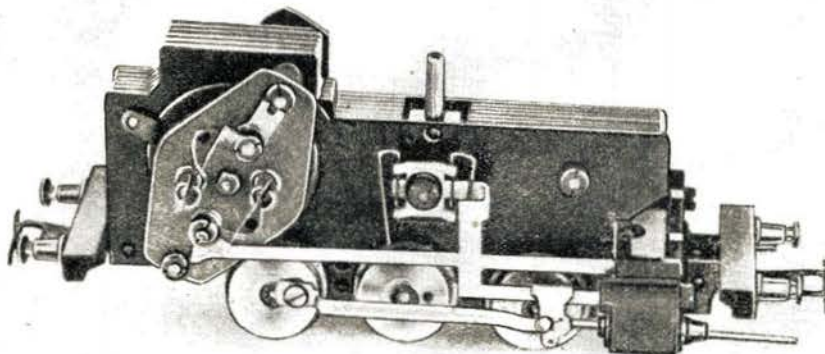

Bild 7 Das Chassis der Piko-Lok Baureihe 80
- a) Perma-Motor und Getriebe zeichnen sich durch einen völlig neuartigen Aufbau aus, während diejenigen Einzelteile, die bei den anderen Piko-Lokomotiven die Bewährungsprobe bestanden haben, als Standardteile wiederkehren. Das Bild 7 veranschaulicht den einfachen Aufbau einer Lok bei abgehobenem Gehäuse.